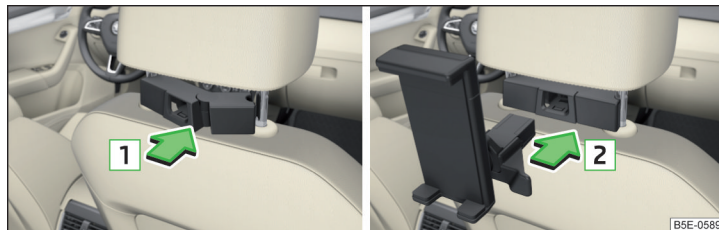

Fig. 105 Fixez l'adaptateur / montez le support
- Installez l'adaptateur ouvert sur les tiges de guidage des appuie-têtes avant » fig. 105.